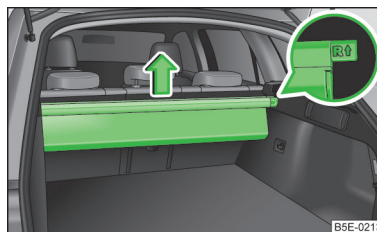

Fig. 95 Estrazione della borsa multifunzione
- Estrarre la borsa multifunzione dagli alloggiamenti nella direzione indicata dalla freccia » fig. 95.
- Durante l'inserimento, spingere l'estremità della barra contrassegnata da **↑** all'interno dell'alloggiamento destro; l'estremità contrassegnata da **↓** dovrà essere inserita invece nell'alloggiamento di sinistra. Le frecce devono essere rivolte in avanti » fig. 95.